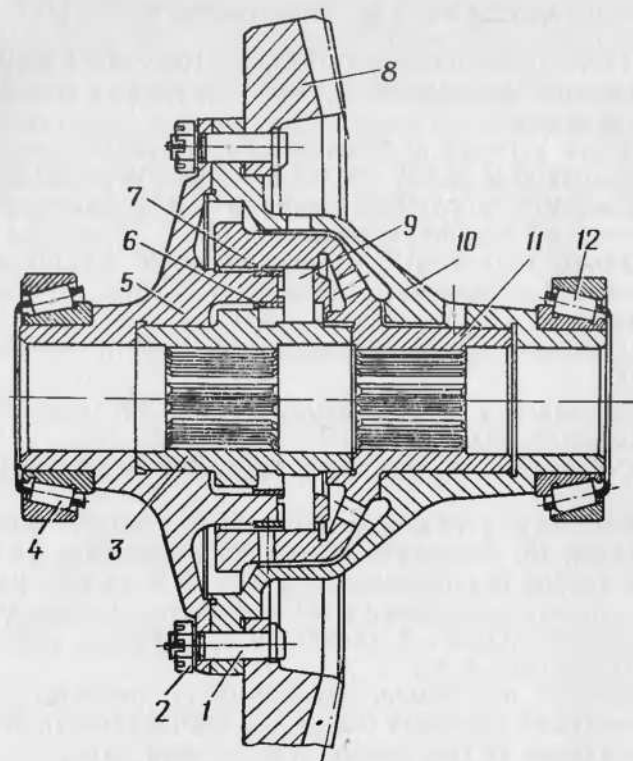

Рис. 38. Дифференциал:
9. Спрессовать роликоподшипники 4 и 12 (рис. 38).
1. Вставить в отверстия сепаратора 5 (рис. 38) нижний ряд сухарей 9, установить наружное кольцо 7 до упора в плоскость нижнего ряда сухарей.